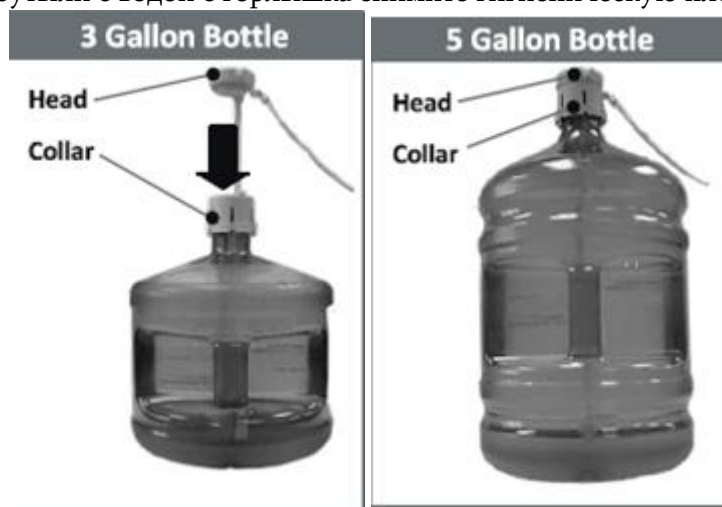

Рис.3 Установка сифона на бутылку с водой
6. Поместите трубку сифона в бутылку и наденьте хомут сифона (рис.3 — 1) на горлышко бутылки до щелчка.
7. Верхнюю часть крышки сифона (рис.3 — 2) опускайте до тех пор, пока трубка сифона не коснется дна бутылки.